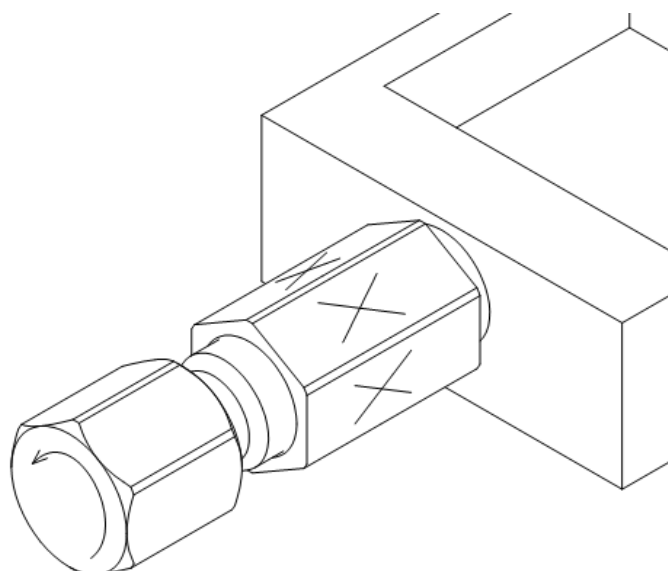

Рисунок 11. Откручивание приспособления 7290-0214.00.000.00-02
13. Открутите приспособление с соединителя, для этого необходимо одним ключом удерживать гайку приспособления и не вращать её, а вторым ключом выкручивать винт приспособления, направление вращения показано на рис. 11.